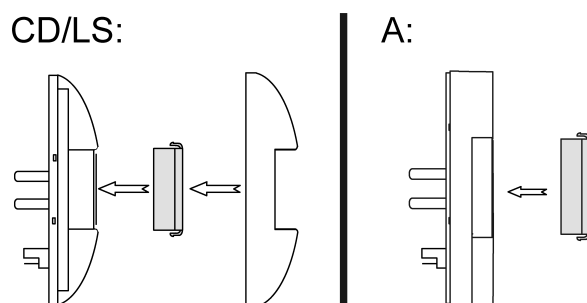

Figure 12: Montage du cache, séries CD/LS et A
- Monter le cache pour le côté gauche ou droit de l'appareil (Figure 12).
- Monter le cache par l'avant sur le côté gauche ou droit de l'appareil (Figure 12).